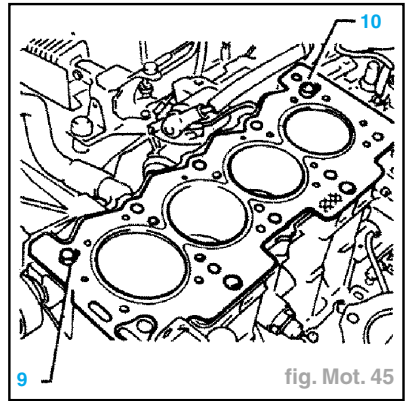

fig. Mot. 45
- Vérifier la présence des deux goupilles de centrage en (9) et (10) (fig. Mot. 45).